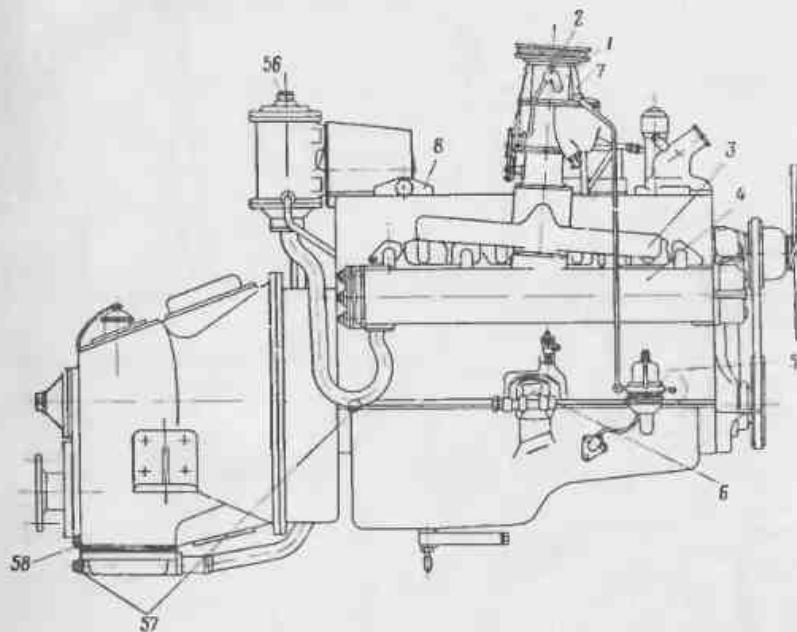

Рис. 4. Вид двигателя с правой стороны:
Судовой двигатель М51 СПЭ-3.5 (рис. 4, 5, 6, 7) представляет собой автомобильный двигатель ГАЗ-51, конвертированный (переделанный) для работы в судовых условиях.
14. С правой стороны двигателя (рис. 4) расположены: карбюратор 1 с пламегасителем 2, впускной 3 и выпускной 4 коллекторы, топливный насос 5, масляный насос 6 и трубка 7 отсоса газов из картера.